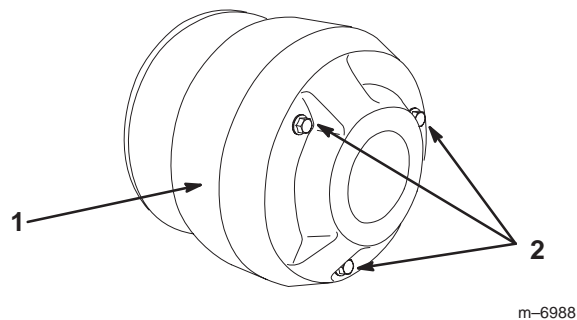

Figure 30
3. Retirez les trois boulons de fixation du couvercle de l'embrayage et déposez le couvercle (Fig. 30).